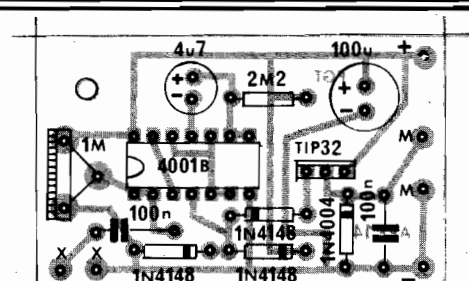

Fig. 3
Na fig. 3 temos o "chapeado", mostrando a placa pelo lado dos componentes, todas as peças já posicionadas. Observar com atenção a colocação do Integrado, diodos, transistor (a lapela metálica deste está nitidamente demarcada, na figura) e polaridade dos eletrolíticos... Notar ainda as codificações adotadas para as ligações externas: (+) e (-) referem-se às conexões da alimentação, (M) e (M) recebem os fios que vão ao motor, e (X) (X) destinam-se à ligação da cápsula de microfone de cristal...